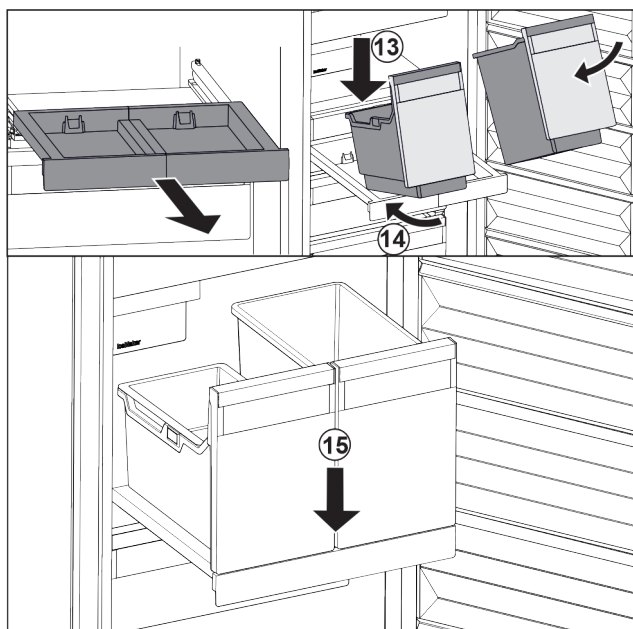

Fig. 145
- Placer les bacs sur le compartiment coulissant en les inclinant. Fig. 145 (13)
- Pousser les bacs jusqu'au fond en les inclinant. Fig. 145 (14)
- Déposer les bacs par l'avant. Fig. 145 (15)